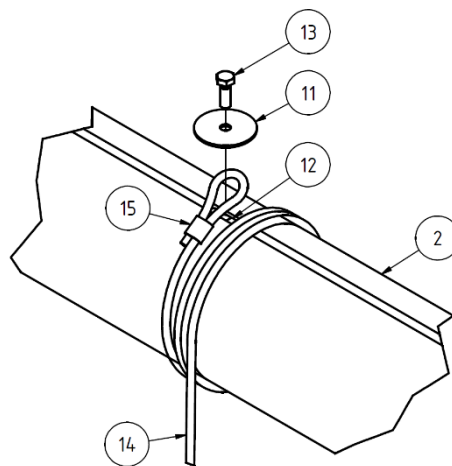

Abbildung 10: Befestigung der Stahlseile auf der Motorwelle
Nehmen Sie das Ende des Stahlseils ⑭ und führen es durch die Presshülse ⑮. Legen Sie eine Schlaufe und führen Sie das Ende erneut durch die Presshülse ⑮. Achten Sie darauf, die Schlaufe so klein wie möglich zu ziehen, mindestens aber kleiner als der Durchmesser der Kotflügelscheibe ⑪. Das Ende des Stahlseils ⑭ sollte mindestens 2 cm aus der Hülse ⑮ herausragen. Verformen Sie die Hülse ⑮ weitestgehend mithilfe einer Presszange. Positionieren Sie die Schlaufe über dem Quergewindebolzen ⑫. Hat sich der Quergewindebolzen ⑫ verdreht, können Sie mithilfe eines Schraubendrehers den Bolzen ⑫ seitlich drehen, bis die Bohrung in der Nut sichtbar ist. Fixieren Sie die Schlaufe mithilfe der Kotflügelscheibe ⑪ und der Sechskantschraube ⑬ in der Nut der Motorwelle ②, wie in Abbildung 10 dargestellt. Wickeln Sie das Stahlseil ⑭ mindestens 3-mal über die Motorwelle ② und verkleben Sie dieses mit Klebeband, um die Sicherheitswicklungen zu fixieren. Wiederholen Sie den Vorgang für das zweite Stahlseil ⑭.